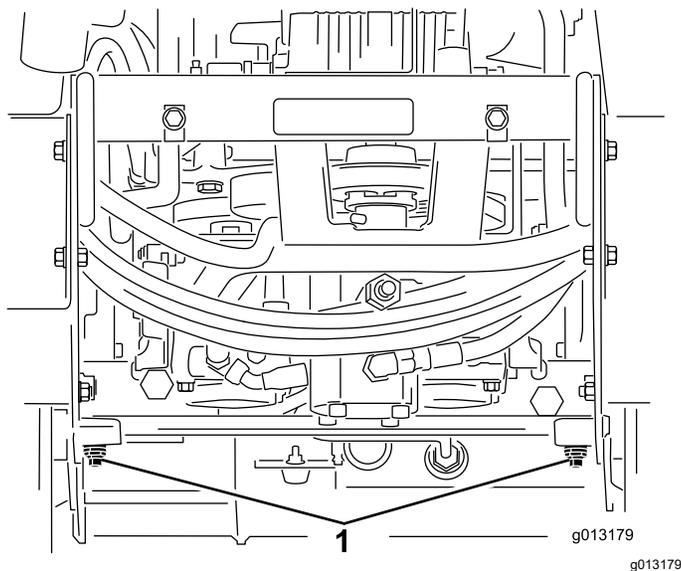

図 20
4. レンチを使って、油圧ポンプについている牽引バルブを左に2回転させる 図 20。